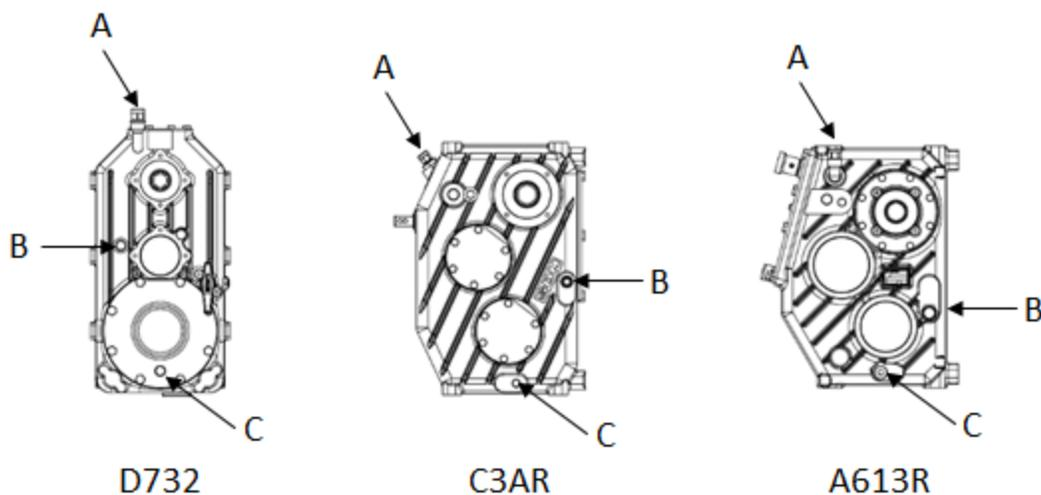

Figure 55 — Boîtier réducteur de vitesse D732 (A), C3AR (B) et A613R (C)
Le niveau d'huile du boîtier est bon si l'huile est vis à vis le bouchon situé au milieu du boîtier (repère B, Figure 55).
2. Dévissez les bouchons (repères A et B, Figure 55).
3. Versez l'huile dans l'orifice (repère A, Figure 55) jusqu'à ce qu'elle sorte par le trou (repère B, Figure 55).